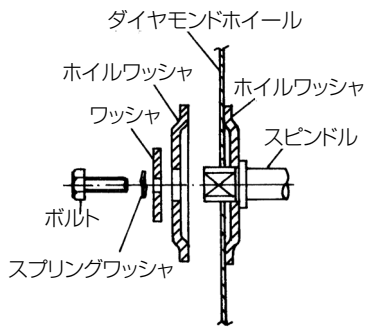

図 9
- (1) スピンドルやワッシャに付着した切りくずをよくふき取ります。
- (2) ホイールワッシャ 2 コでダイヤモンドホイールをはさみ、図 9 の順に取付けます。